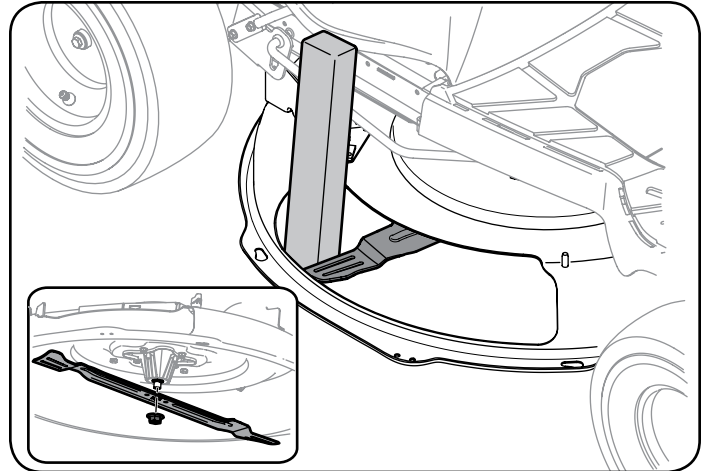

Figura 39
2. Use un bloque de madera o un 2 x 4, insértelo dentro de la abertura de la plataforma y haga girar la cuchilla hasta que la madera haga cuña entre la abertura de la plataforma y la cuchilla de corte, como se indica en la Figura 39.
3. Extraiga la tuerca de brida hexagonal que asegura la cuchilla al montaje del husillo y retire la cuchilla. Vea el recuadro de la Figura 39.